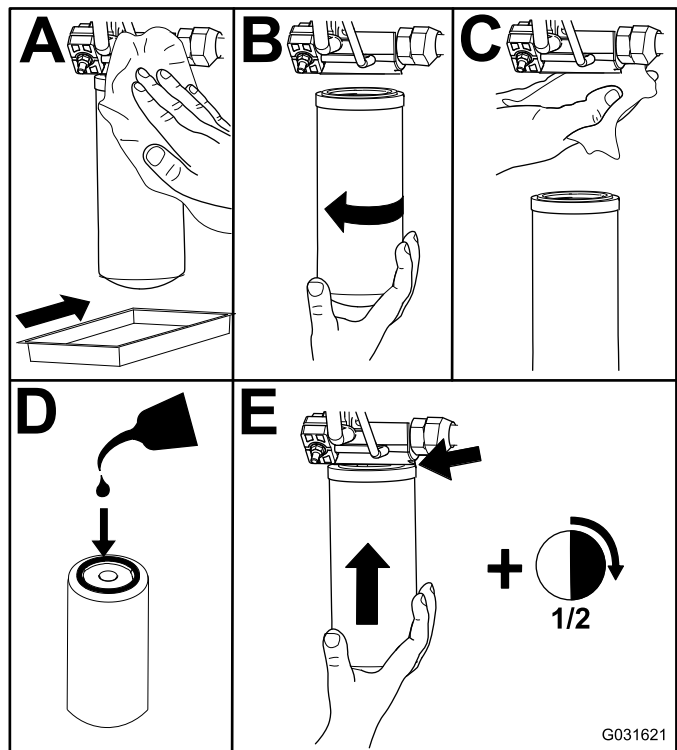

Рисунок 84
2. Замените гидравлический фильтр линии подачи в отделении гидромеханизма подъема, как показано на Рисунок 84.
4. Замените фильтр линии возврата с правой стороны машины (Рисунок 84).